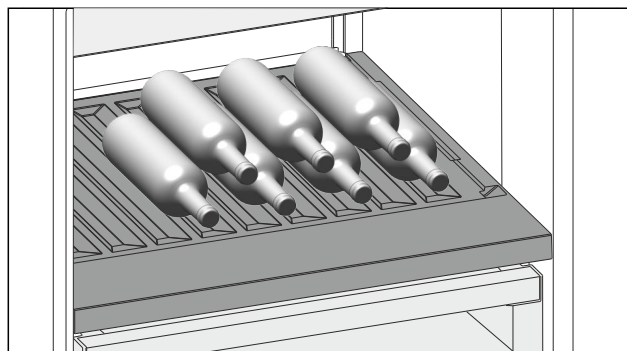

Fig. 97
- Flessen met de bodem naar achteren tegen de achterwand plaatsen. (zie Fig. 97)